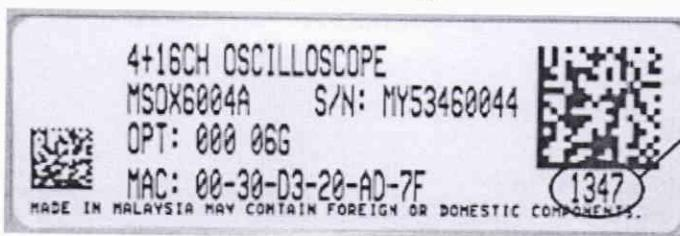

Рисунок 5
8.7.4 Считать дату изготовления с задней панели приборы, где первые две цифры означают год, вторые две – количество недель (Рисунок 5).